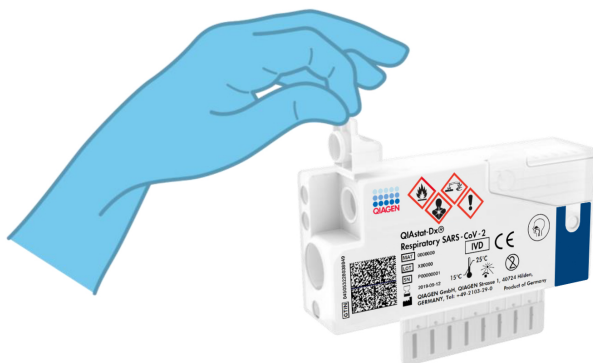

Figura 7. Deschiderea capacului probei aferent orificiului pentru tampon.
- Deschideți capacul probei aferent orificiului pentru tampon din partea stângă a QIAstat-Dx Respiratory SARS-CoV-2 Panel Cartridge (Figura 7).